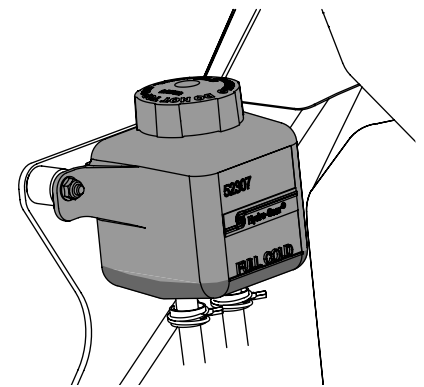

Figura 13
1. Limpie el tapón del depósito y el área que la rodea para evitar que el aceite de transmisión se contamine con partículas. Consulte la Figura 13.
2. Gire el tapón del depósito en sentido contrario al de las agujas del reloj para retirarlo, luego controle el nivel de aceite del depósito. El aceite debe ser visible en la base de la cubeta, pero el nivel del mismo NO debe estar por encima de la línea de "LLENO FRÍO". Consulte la Figura 13. NO LLENE EL DEPÓSITO.